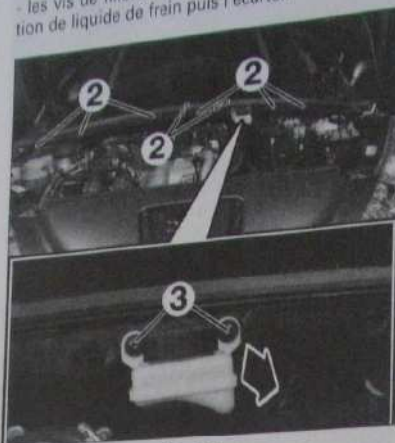

Fig. 94
- les agrafes (2) (Fig. 94),
- les vis de fixation (3) du réservoir de compensation de liquide de frein puis l'écarter.